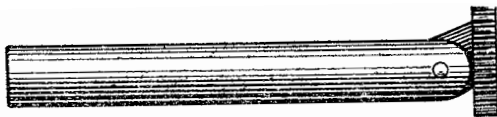

Рис. 88. Шпилька для снятия и установки верхних вкладышей коренных подшипников двигателя
4. Шпилька (рис. 88) для снятия и установки верхних вкладышей коренных подшипников.